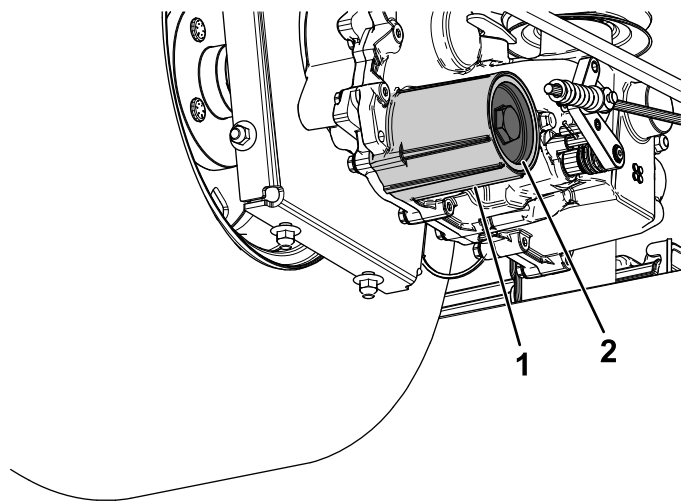

Figura 86
7. Retire la tapa del filtro de fluido hidráulico del transeje para vaciar el fluido (Figura 86).